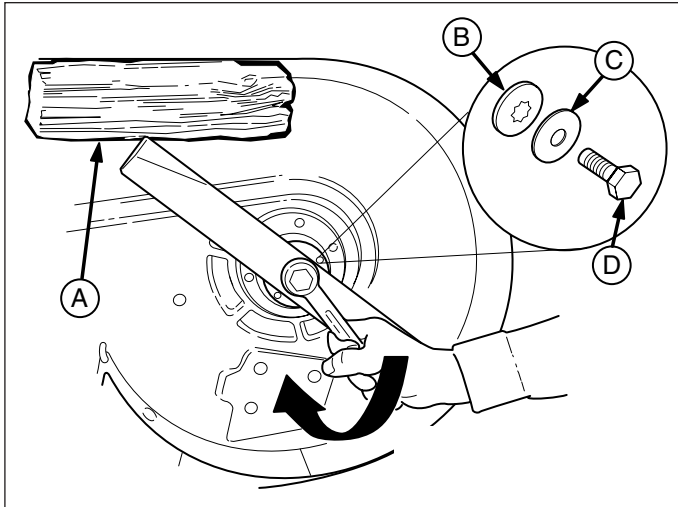

Figure 31. Installation de la lame - Tondeuses de 137 cm
Modèles de 138 cm : Remonter la rondelle hexagonale (B, figure 31), la rondelle élastique (C) et le boulon de fixation (D). Bloquer la lame avec une cale en bois (A) pour l'empêcher de tourner et serrer le boulon de fixation (D) à 61-75 Nm.
2. Retourner la tondeuse et vérifier la position des lames. Celles-ci doivent être positionnées perpendiculaires l'une à l'autre comme l'indique la figure 31. Si ce n'est pas le cas, passer à l'étape 3.